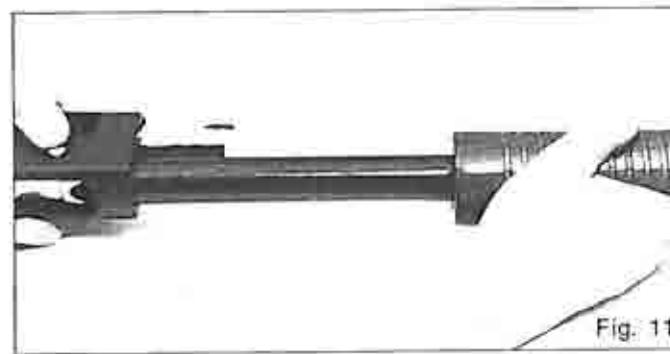

Fig. 11
- d5. Tenendo rovesciato, sopra un piano, il gruppo calcio culatta con finestra d'espulsione verso l'alto e tenendo pure premuto il bottone di svincolo, con la mano destra impugnare la manopola e spingerla verso l'avanti, facendo fuoriuscire il gruppo otturatore dalla culatta (Fig. 11).
*Place the stock-receiver assembly on a surface, the ejection port uppermost, press the cartridge latch button, and at the same time with the right hand clasp the breech bolt handle and push it forward; the breech bolt assembly will come away from the receiver (Fig. 11).*
*En tenant l'ensemble crosse-boîte de culasse sur une surface, avec la fenêtre d'éjection vers le haut, appuyer sur le poussoir d'arrêtoir de culasse et saisir en même temps le devant bois par la main droite et le pousser vers l'avant, en faisant sortir l'ensemble culasse mobile de la boîte de culasse (Fig. 11).*